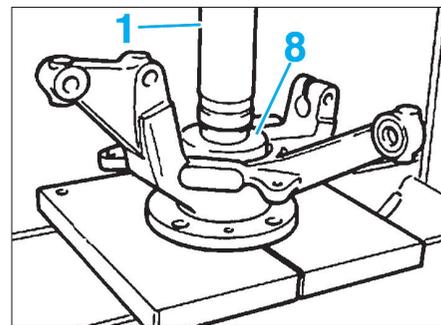

FIG. 23
- A l'aide de la presse (1) et du mandrin de diamètre adapté (8), introduire le moyeu dans le pivot en prenant appui sur les bagues intérieures du roulement (Fig.23).